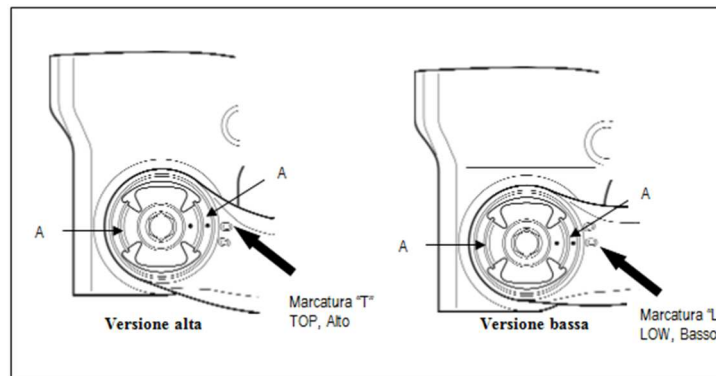

Fig. 1
**ATTENZIONE:** Assicurarsi che le piccole sporgenze sulla boccola perno di ricambio siano allineate con la marcatura di allineamento corretta, T (versione alta - TOP) o L (versione bassa - LOW) e che le piastre di acciaio "A" siano posizionate in senso verticale, non sopra e sotto, come mostrato in Fig. 1
**NOTA:** Prima di rimuovere la boccola, controllare la posizione e l'orientamento della boccola da sostituire (Fig.1). In questo modo si avrà un riferimento per l'installazione della boccola nuova.